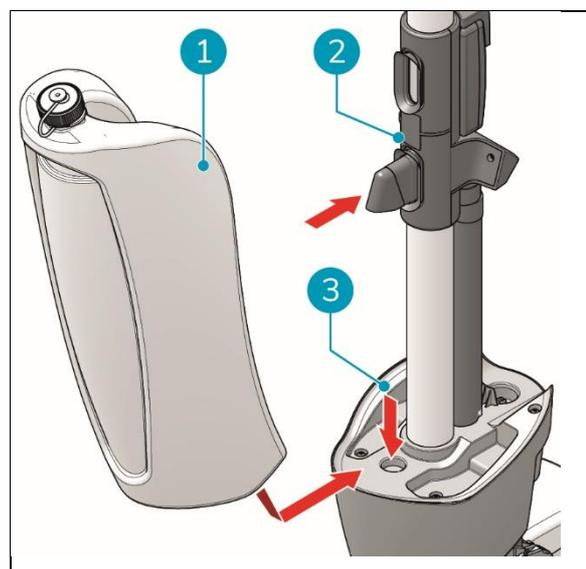

Figura 12
1. Mettere il fondo del serbatoio di recupero (Figura 12, pos. 1) sulla parte anteriore di i-mop® XL Pro (Figura 12, pos. 3).
2. Spingere la parte superiore del serbatoio in posizione finché non si sente un "clic", il magnete (Figura 12, pos. 2) bloccherà il serbatoio di recupero in posizione.